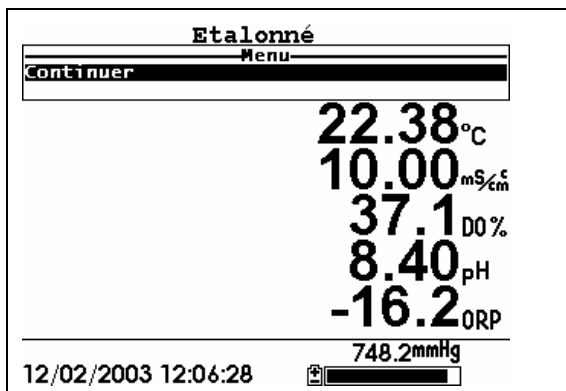

Figure 6.6 Calibré
9. Observez les lectures sous O2d %. Lorsque la lecture ne montre pas de variation significative sur approximativement 30 secondes, appuyez sur **Entrée**. L'écran indiquera que le calibrage a été accepté et vous demandera d'appuyer à nouveau sur **Entrée** pour continuer. Reportez vous à la Figure 6.6 Calibré.